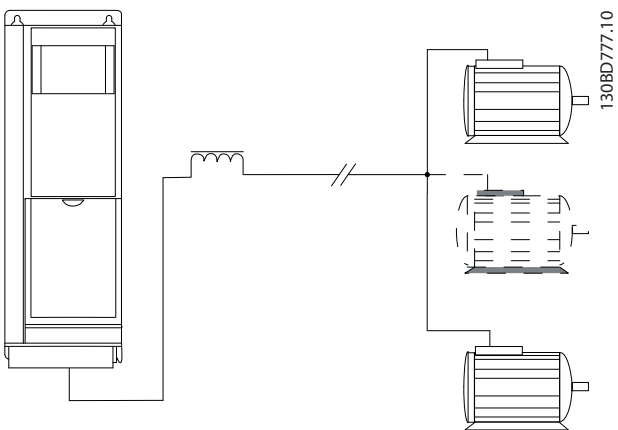
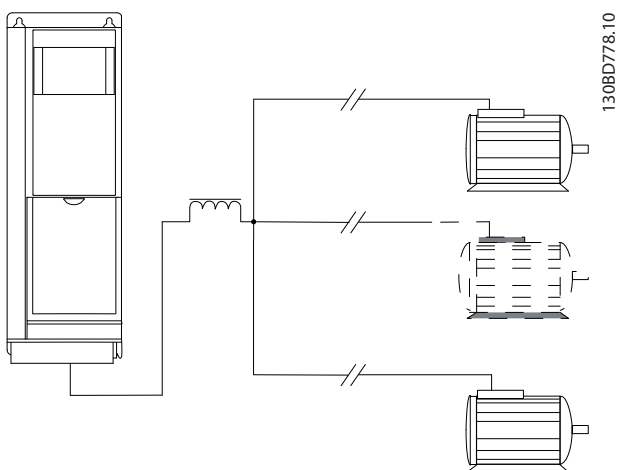

Abbildung 9.53 Parallele Kabel mit Last
Abbildung 9.54 LC-Filter für lange parallele Kabel
- Die in Tabelle 5.2 angegebene gesamte Motorkabellänge gilt nur, so lange die parallelen Kabel kurz gehalten werden (jeweils kürzer als 10 m). Siehe Abbildung 9.53 und Abbildung 9.54.
- Berücksichtigen Sie den Spannungsabfall an den Motorleitungen, siehe Abbildung 9.54.
- Verwenden Sie bei langen parallelen Kabeln verwenden Sie ein LC-Filter, siehe Abbildung 9.54.